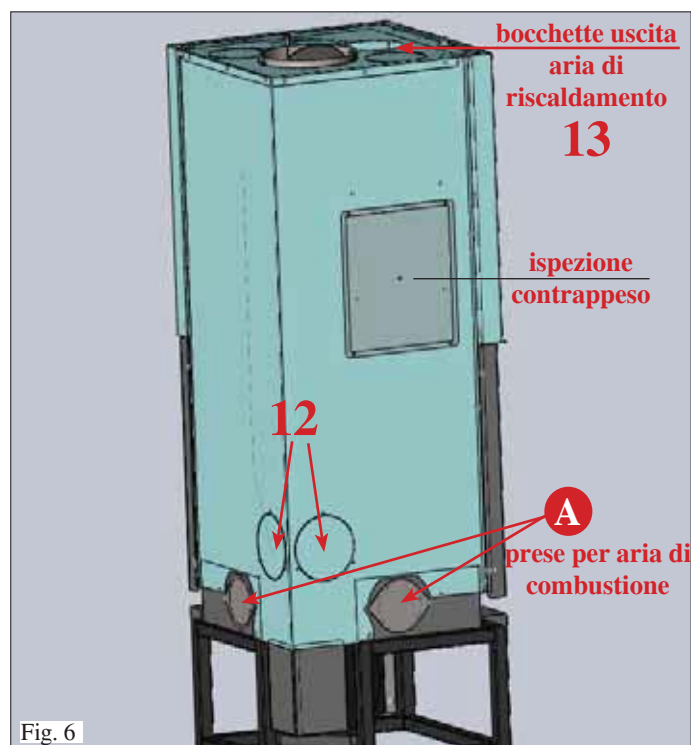

Fig. 6
Per poter far funzionare il caminetto in modo corretto è essenziale far pervenire l'aria di combustione al focolare tramite una tubazione che collega l'ambiente esterno con una delle apposite prese (A) previste sui fianchi (fig. 6) e sotto (fig. 7).